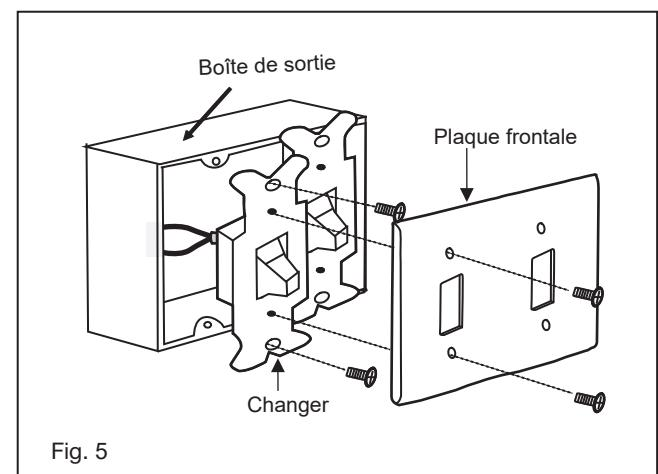

Fig. 5
1. Retirez la plaque murale existante et l'ancien interrupteur de la boîte de prise murale. (Fig.5)